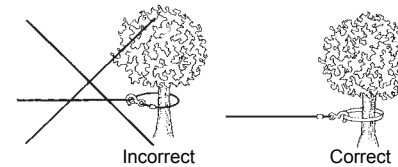

Figure 4
9. NE POSEZ JAMAIS LE CROCHET SUR LE CÂBLE LUI-MÊME, SINON VOUS POURRIEZ L'ENDOMMAGER. Utilisez une élingue en nylon figure 4 .